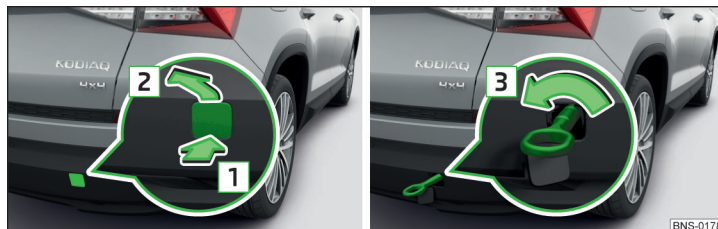

Fig. 347 Scoaterea capacului / montarea cârligului de tractare
- ▶ Pentru **detașare** apăsați pe capac în sensul săgeții 1 și scoateți-l în sensul săgeții 2 » fig. 347.
- ▶ Pentru **montare**, înșurubați manual cârligul de tractare, în sensul săgeții 3 » fig. 347, până la limită » !.